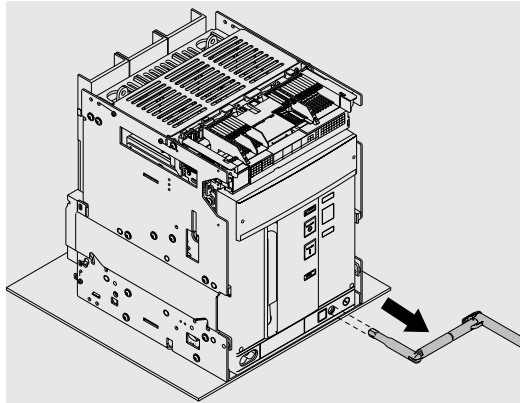

Abbildung 97
12. Die Handkurbel herausziehen. Siehe Abbildung 97.